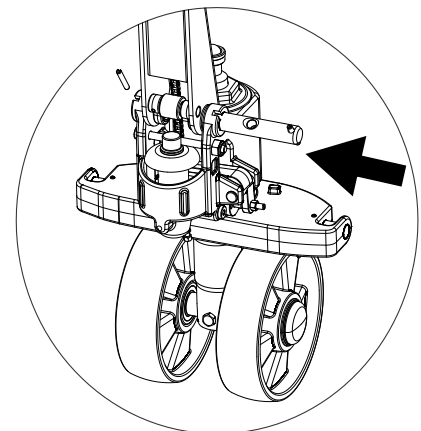

Figura 7 - Montagem Eixo da alavanca
- Desmontar o pino elástico (2) pré-montado no Eixo da alavanca (3).
- Encaixar a Alavanca montada (1) dentro da bomba hidráulica, então com um martelo monte o Eixo da alavanca (3) no furo da bomba hidráulica e alavanca (Figura 7).
- a) *Desmontar el perno elástico (2) premontado en el eje de la palanca (3).*
- b) *Colocación de la palanca montada (1) dentro de la bomba hidráulica, a continuación, con un martillo montar el eje de la palanca (3) en el orificio de la bomba hidráulica y la palanca (Figura 7).*